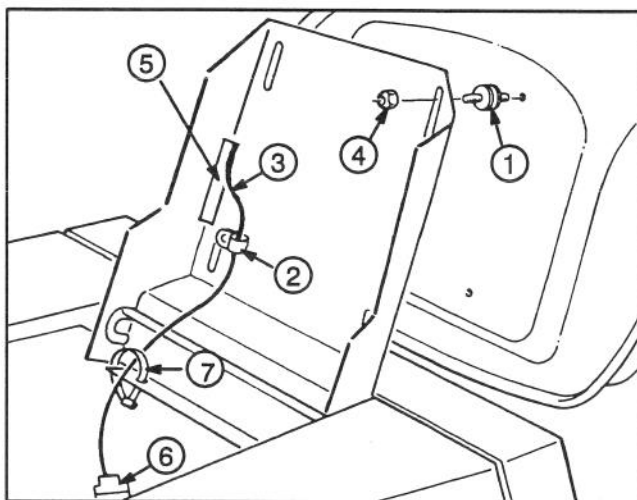

Figure 3
1. Enfiler (4) les goujons d'écartement dans le socle du siège (Fig. 3).
2. Placer le siège sur le socle, en faisant passer le câble de la commande du siège dans les fentes et les goujons d'écartement dans les trous de montage (Fig. 3).
3. Faire glisser la pince du câble sur le câble de la commande du siège (Fig. 3).
4. A l'aide du goujon d'écartement avant gauche, fixer légèrement la pince du câble et le siège sur le socle avec un contre-écrou (Fig. 3).
5. Monter le siège sur le socle avec les (3) contre-écrous restants.